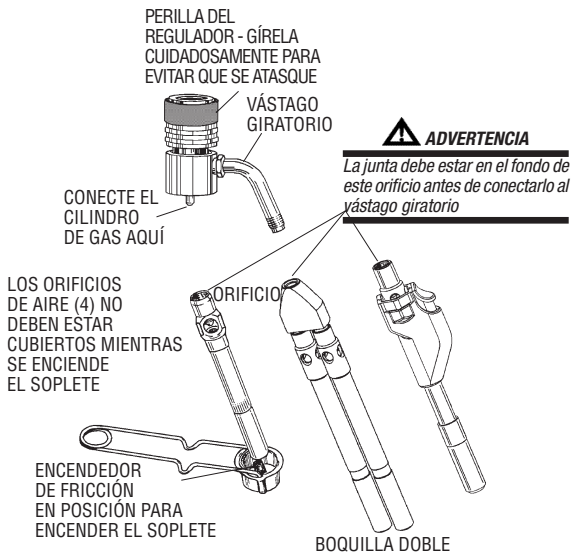

Figura 1: Conjunto de boquilla y regulador
8. Revise el interior del orificio roscado en la base de la boquilla del soplete. Asegúrese que la junta pequeña esté colocada en el fondo del orificio (La figura 1).
1. Conecte la boquilla atornillándola a la unión giratoria en el regulador y apriétela con la mano (La figura 1). **NO** use una llave aprietatuercas. Para el soplete aerocombustible: Conecte la manguera al vástago giratorio con la mano y la manguera al soplete con una llave.
1. Para encender las boquillas estándar, abra el regulador (en sentido contrahorario). Tape la boquilla del soplete con el encendedor para juntar gas (La figura 1).